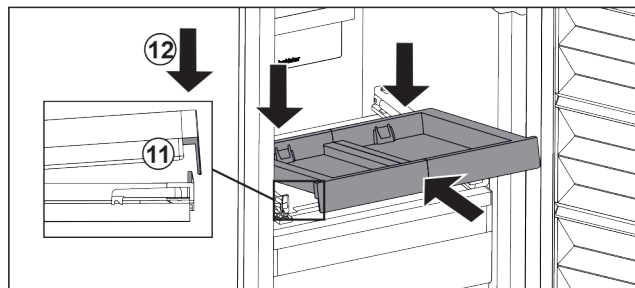

Fig. 173
- L'insérer en l'inclinant. Veiller à ce que, des deux côtés, la butée soit derrière la languette. *Fig. 173 (11)*
- Déposer le compartiment coulissant par l'avant. *Fig. 173 (12)*